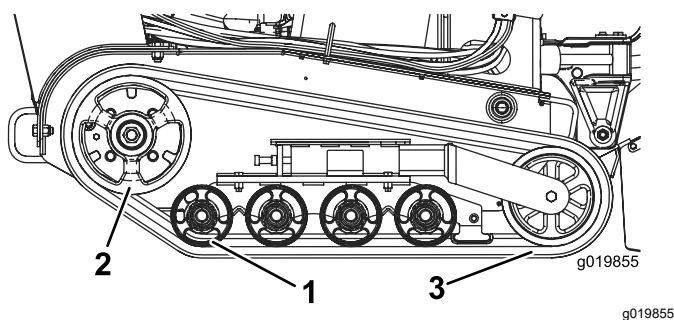

Figure 44
Important: Nettoyez soigneusement les galets de roulement et la roue d'entraînement (**Figure 44**). Les galets de roulement doivent tourner librement lorsqu'ils sont propres.
8. Pour installer une chenille neuve, commencez par l'enrouler autour de la roue d'entraînement, en vérifiant que les crampons s'engagent correctement entre les entretoises sur la couronne (Figure 44).
9. Poussez la chenille sous et entre les galets de roulement arrière et central (Figure 44).